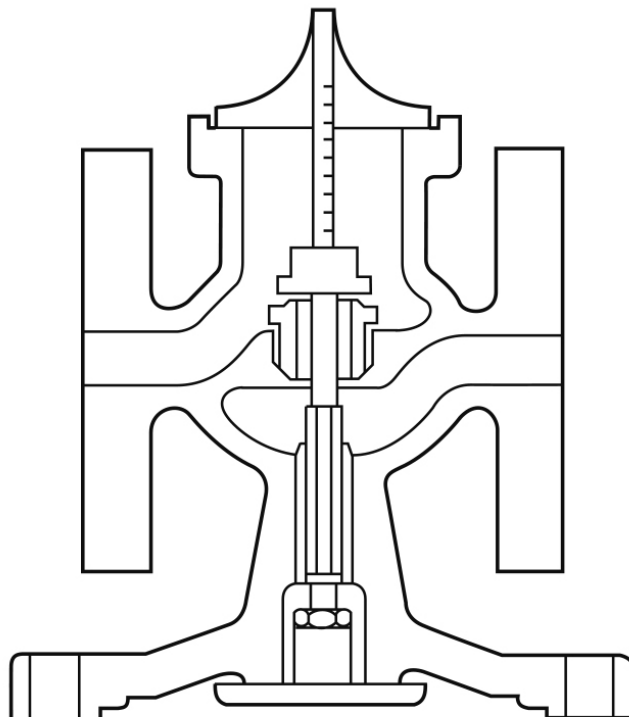

Fig. 12
2. Dévisser les raccords (27C) et déposer les tubes (29) en acier inoxydable de 6 mm.
3. Dévisser les 4 écrous (21) et déposer le corps porte-pilote (10) complet avec le carter du ressort.
4. Déposer le ressort (16) et le clapet principal (17).
5. Dévisser le siège du clapet principal (18) à l'aide d'une clé à douille suivant le tableau 2.
9. Après un rodage relativement important, ou quand clapet et/ou siège ont été remplacés, il peut être nécessaire de réajuster le poussoir du clapet principal (26) afin d'assurer la levée exacte du clapet.
11. Remettre en place le poussoir (26) et le clapet principal (17). Vérifier si le clapet appuie bien sur son siège.
12. A ce stade, le clapet principal peut être ouvert en soulevant le plateau de la membrane (25) vers le haut jusqu'à ce qu'il touche le corps de la vanne (voir Fig. 12). A l'aide d'un calibre de profondeur, mesurer la course du clapet.
13. Si la course ne correspond pas à la valeur donnée par le tableau 3 page 24, desserrer le contre-écrou (30). Ajuster le levée du clapet en vissant ou en dévissant le poussoir (26) dans le plateau (25). Sitôt le réglage rétabli, resserrer le contre-écrou (30).